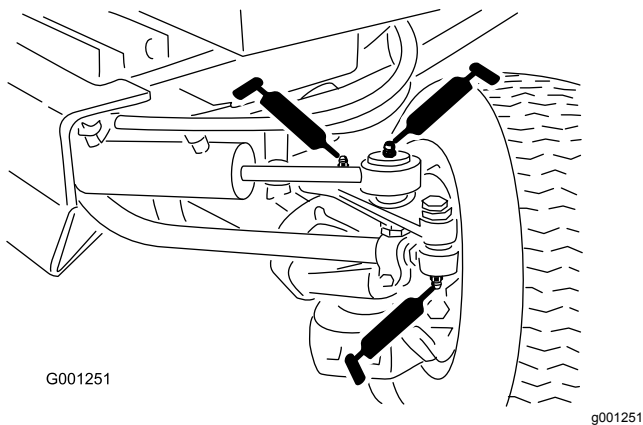

Figura 41
- Estremità dei tiranti (2) (Figura 41)
- Estremità dell'asta del cilindro (2) (Figura 41)
- Perna sterzanti (2) (Figura 41)
- Perno girevole dell'assale (Figura 41)